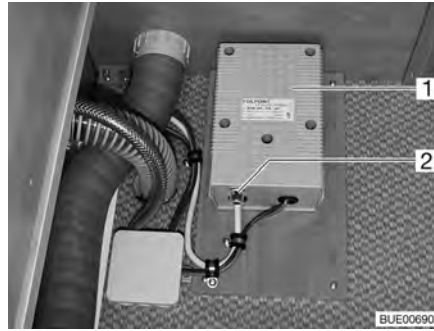

Fig. 137 Transformador para calentamiento eléctrico del piso
El transformador (Fig. 137,1) para el calentamiento eléctrico del piso está montado en el baúl-banco o en el armazón de la cama, según el modelo.
Cuando se sobrecarga el transformador, se activa la protección contra sobrecargas. El perno (Fig. 137,2) salta hacia fuera.
- Hundir el perno (Fig. 137,2) en la protección contra sobrecargas cuando se haya enfriado el transformador.